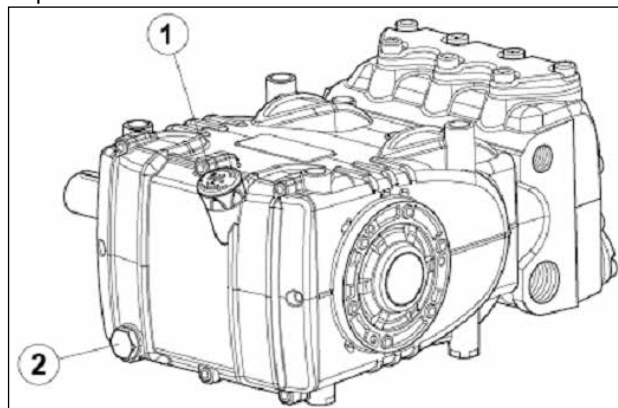

Fig. 3
Verifique o nível de óleo, e se necessário, reabasteça. Da haste do nível do óleo pos. ①, Fig. 3.
O controle correto do nível do óleo é realizado com a bomba em temperatura ambiente, a troca do óleo é executado com bomba de temperatura de trabalho, removendo: a haste do nível do óleo pos. ①, e sucessivamente a tampa pos. ②, Fig. 3. O controle do óleo e a troca são efetuados conforme indicado na tabela da Fig. 14, capítulo 11. A quantidade necessária é de ~ 2 litros.